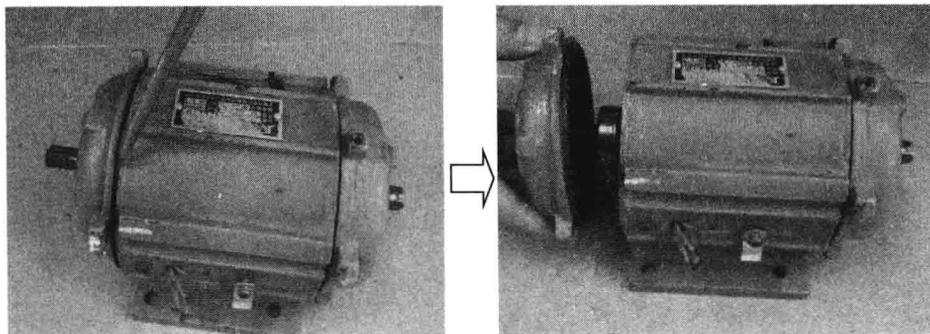

图 1-8 拆卸电动机
(3) 拆卸端盖前，先将固定螺钉拧下。再将凿子放在前端盖的缝隙中，用铁锤击打凿子。待前端盖松动后用锤子轻轻击打端盖然后取下，如图 1-8 所示。
(4) 后端盖拆卸的方法与前端盖基本相同。先将后端盖的螺钉卸下，再用凿子放置在后端盖与定子间，用铁锤轻轻击打凿子，让后端盖松动，将后端盖与转子一起取出。